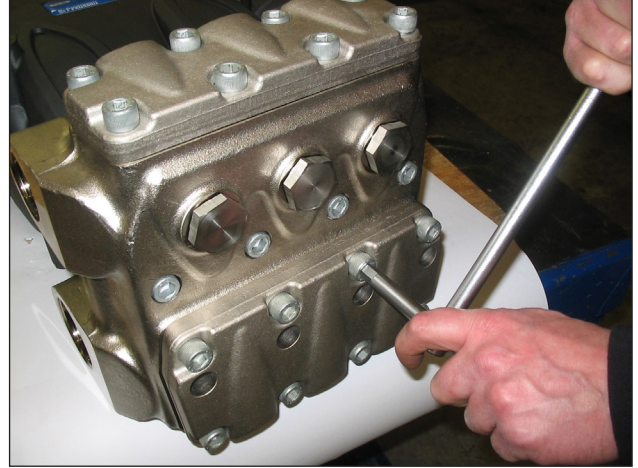

Abb. 34
- Lösen Sie die 8 Schrauben M12x35 der Ventildeckel und entfernen Sie die Deckel (Abb. 34).